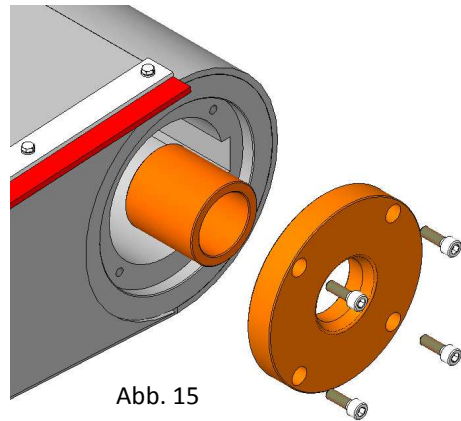

Abb. 15
8. Untere Unterlegscheibe und untere Führungsbuchse herausnehmen (Abb. 15). Danach ihre Aufnahme reinigen.